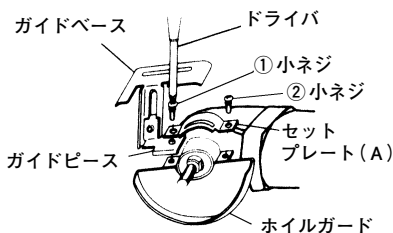

図 9
- ガイドベース組の取付け (図9)
- (1) ホイールガードの小ネジ(2本)をゆるめます。
- (2) ガイドピースをホイールガードとセットプレート(A)の間にはさみ込み、①小ネジを十分締付け、動かないように固定します。
- (3) ホイールガードの角度を作業に合った位置にセットし、②小ネジを十分に締付け、ホイールガードを固定します。